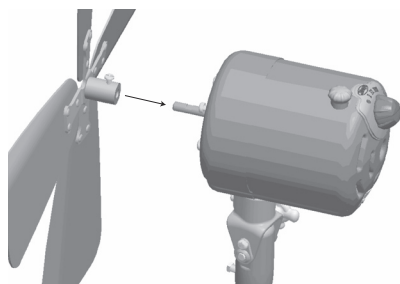

FIGURE 10
23. Faire glisser le manchon d'assemblage des pales sur l'arbre du moteur en vous assurant que la vis de blocage du manchon se trouve en face de la partie plate de l'arbre du moteur. Voir Figure 10. Serrer la vis de blocage de l'assemblage de pales de façon à ce qu'elle appuie contre la partie plate de l'arbre du moteur. Tirer ensuite sur l'assemblage de pales pour vérifier qu'il est bien fixé sur l'arbre du moteur.
NOTA : Pour que ce soit plus clair, la Figure 10 ne montre pas la grille arrière pour qu'on voit l'installation du manchon d'assemblage et de l'arbre du moteur.